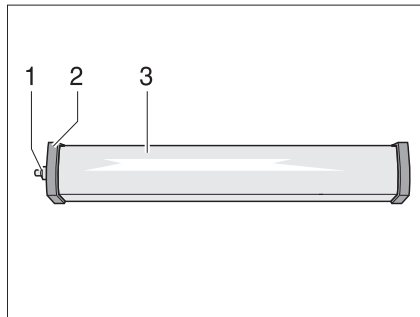

Fig. 257 Lampe de cellule
- Dévisser le cache (Fig. 257,1).
- Retirer le couvercle (Fig. 257,2).
- Enfoncer légèrement le couvercle de la lampe (Fig. 257,3) et le retirer.